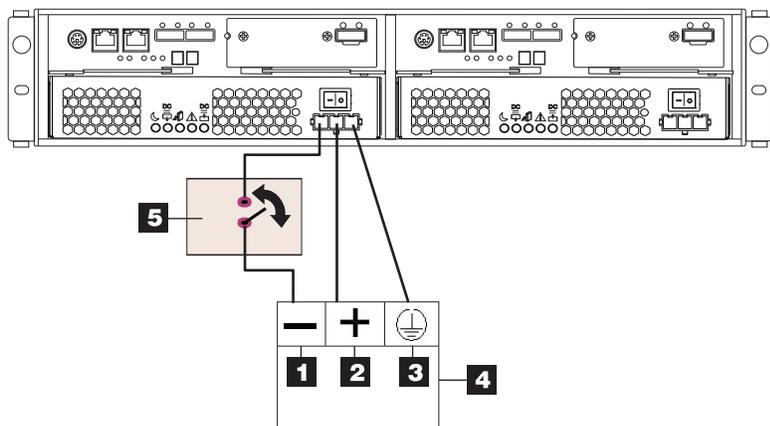

図 74. DS3500 から切断機および DC 給電部への DC 配線
5. 切断機から、確実に接地された安全超低電圧 (SELV) DC 給電部の -48V マークのある端子まで、配線を完了します。DC 電源ケーブルの POS RTN 線 (青色) と接地線 (緑色/黄色) を、95 ページの図 74に示すように DC 給電部の POS RTN マークおよび GND マークの端子に接続します。